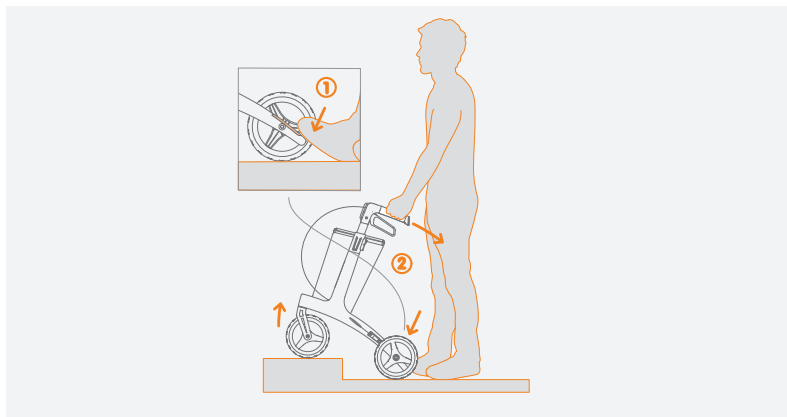

Figura 7: Subir bordillos/aceras utilizando el asistente de bordillos.
1. Acérquese lo más posible al bordillo (**Figura 7**).
2. Coloque un pie sobre el asistente del bordillo (1).
3. Incline el Rollz Air hacia atrás (2).